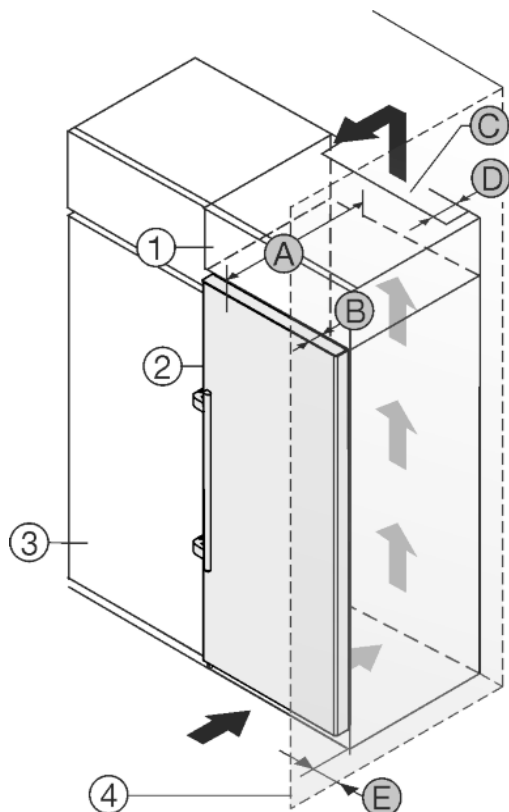

Fig. 9
Skabet kan indbygges i køkkenskabe. For at tilpasse skabet Fig. 9 (2) til køkkenelementerne kan der anbringes et ekstra skab Fig. 9 (1) over skabet.
Skabet kan opstilles direkte ved siden af køkkenskabet Fig. 9 (3). For at døren kan åbnes helt, skal skabet rage frem med dybden Fig. 9 (B) i forhold til køkkenskabets forside. Skabet kan rage mere ud afhængigt af køkkenskabenes dybde og anvendelsen af vægafstandsstykker.
- På bagsiden af det ekstra skab skal der være en ventilationskanal med dybden Fig. 9 (D) i hele det ekstra skabs bredde.
- Ventilationstværsnittet Fig. 9 (C) under lokalets loft skal overholdes.
Hvis skabet opstilles med hængslerne ved siden af en væg Fig. 9 (4), skal afstanden Fig. 9 (E) mellem skabet og væggen overholdes. Dette svarer til det, grebet rager frem, når døren er åben.